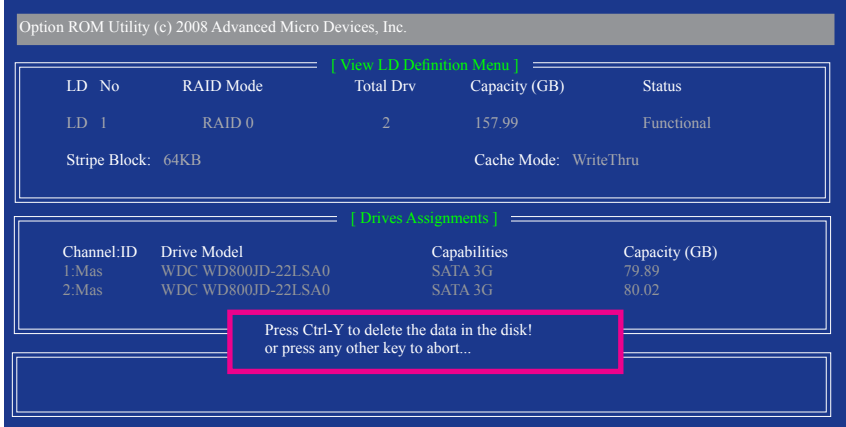

図 9
2. View LD Definition Menu が表示され (図 9 を参照)、このアレイに割り当てられたドライブを示します。中断するアレイまたは保管キーを削除する場合、<Ctrl>+<Y> を押します。